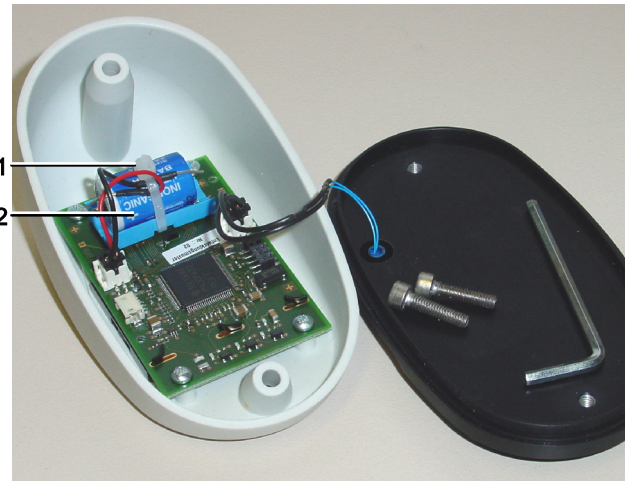

Рис. 8 Батарея
Батарея крепится при помощи кабельной стяжки (1, Рис. 8). При замене батареи (2) необходимо использовать батарею того же типа (зак. № 82743) и закрепить её при помощи находящейся в комплекте поставки кабельной стяжки.